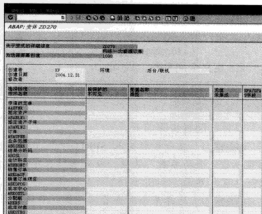

图 5-149 维护变式属性
STEP ③ 单击“属性”按钮, 进入变式的属性界面, 如图 5-149 所示。在此界面中, 可以为该变式输入描述信息, 同时还可以选择该变式是否可以后台运行, 另外还可以为该变式选择屏幕对象。